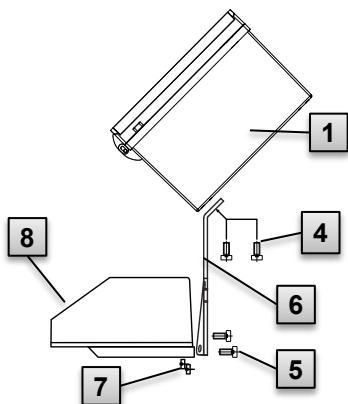

Fig. 6
1. Ved hjælp af to cylinderskruer M5 x 10 mm (Fig. 6: **4**) fastgøres monteringsbeslaget (Fig. 6: **6**) til EK280 (Fig. 6: **1**).
3. Monteringsbeslaget fastgøres med to firkantede møtrikker M5 (Fig. 6: **7**) og to cylinderskruer M5 x 10 mm (Fig. 6: **5**) bag på tælleværkshovedet (Fig. 6: **8**).